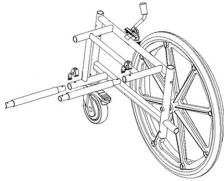

Abb. 19.
- Setzen Sie die Befestigungsrohre auf der linken oder rechten Seite des Rahmens ein, richten Sie die Löcher aus und setzen Sie die C-Clips ein, wie in Abb. 19 gezeigt;